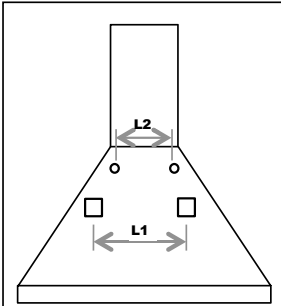

Fig. 5
**UWAGA:** System mocujący a) i b) należy umieścić w tylnej części okapu, w otworach L1 (Rys. 5).